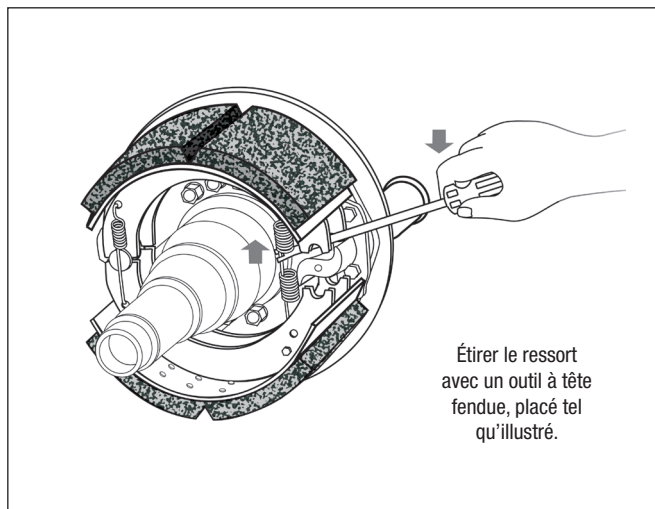

Figure 70 – Pose du ressort de rappel
7. Poser le ressort de rappel. S'assurer que les crochets du ressort sont tournés vers les galets. Cf. Figure 70.